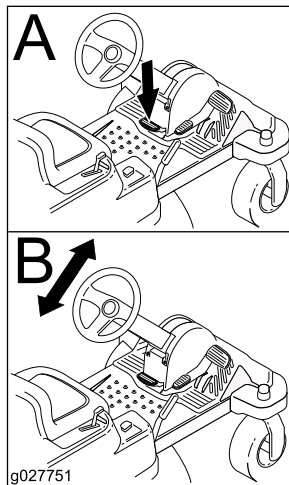

Figura 12
2. Posizionate il volante nella posizione desiderata (Figura 12).